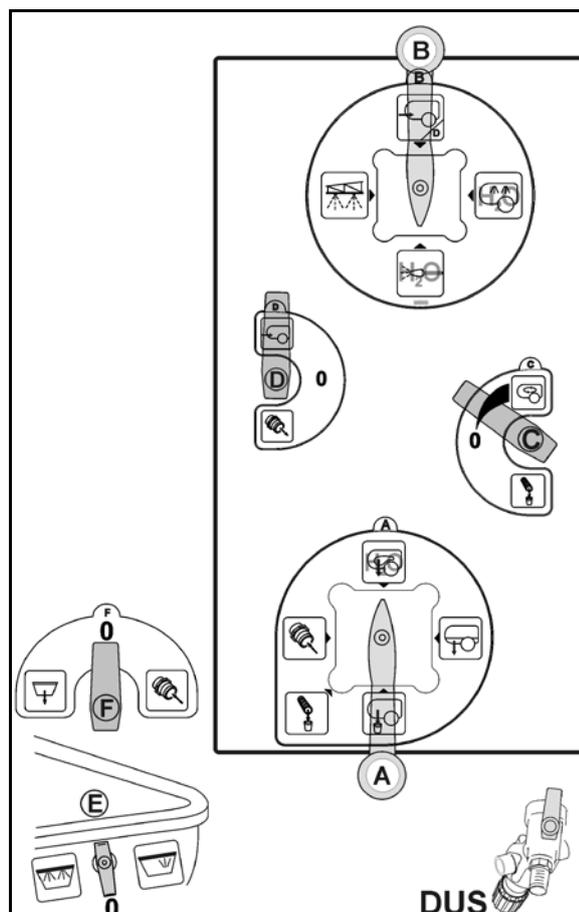

Fig. 152
2. Retirar el filtro de descarga (Fig. 152/1) y limpiar con agua.